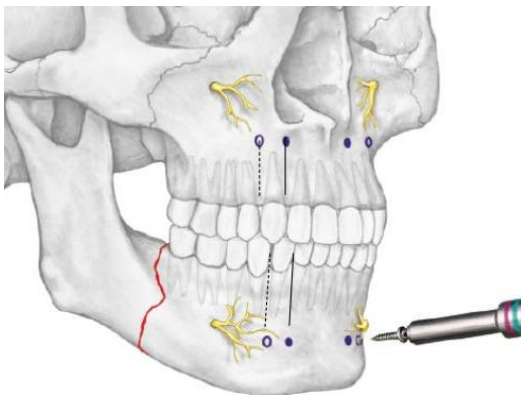

Figura 6
5) Inserção do parafuso na mandíbula identifique as estruturas anatômicas importantes antes de proceder a inserção do parafuso mandibular, novamente com cuidado para não lesionar nem a raiz nem o nervo mentoniano (figura 6).